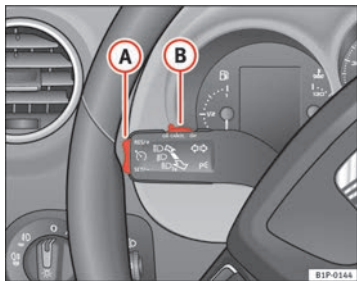

Abb. 132 Blinker- und Fernlichthebel: Schalter und Wippe für die Geschwindigkeitsregelanlage
- Drücken Sie den unteren Teil der Wippe **SET/SET** ⇒ Abb. 132 **A** einmal kurz, wenn die zu speichernde Geschwindigkeit erreicht worden ist.